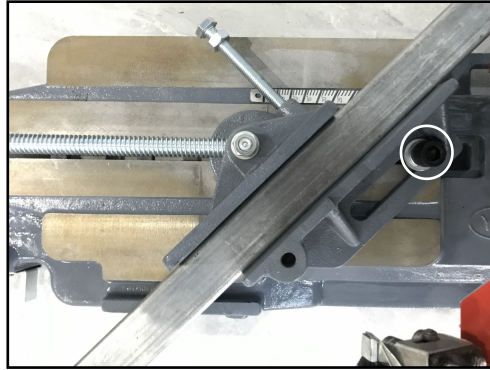

图 180-10
2. 需要  $45^{\circ}$  切割操作时，如图 180-10 所示先松开夹板螺栓，移动夹板至  $45^{\circ}$  刻度位置，再固定好螺栓，紧固好切割工件。然后如图 180-12 所示进行切割操作。